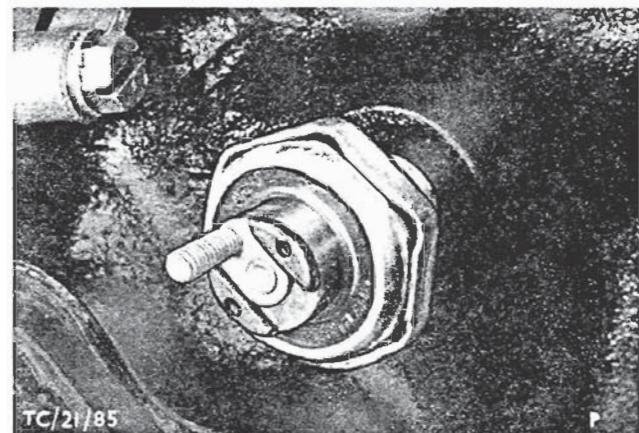

Fig. 7 - Olietrykkskontakt.
1. Afmonter olietrykkskontaktens ledningsforbindelse og afmonter olietrykkskontakten, Fig. 7. Hvis der er monteret olietryksmåler, afmonteres dennes føderør og forskruning, Fig. 8.